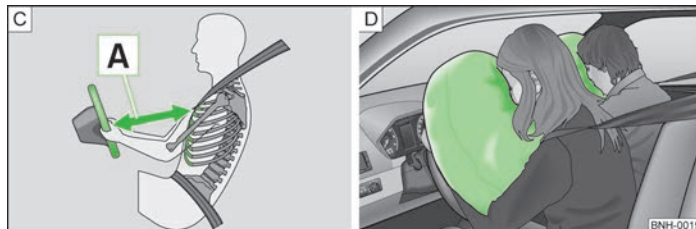

Fig. 117 Distanța sigură față de volan/airbaguri umplute cu gaz
Prin declanșarea airbagurilor, acestea se umplu cu gaz și se desfac în fața șoferului și pasagerului față » fig. 117 - [D]. Airbagul umflat amortizează mișcarea spre înaintea a pasagerilor reducând astfel riscul de rănire în zona capului și a pieptului. ▶
- Atât pentru șofer cât și pentru pasagerul față este important să păstreze o distanță de aproximativ 25 cm față de volan, respectiv de planșa de bord **A** » fig. 117. Dacă nu se respectă această distanță, sistemul airbag nu își poate exercita eficiența maximă – Pericol! Pe lângă acestea, scaunele din față și teterile trebuie să fie întotdeauna reglate în funcție de mărimea corpului.